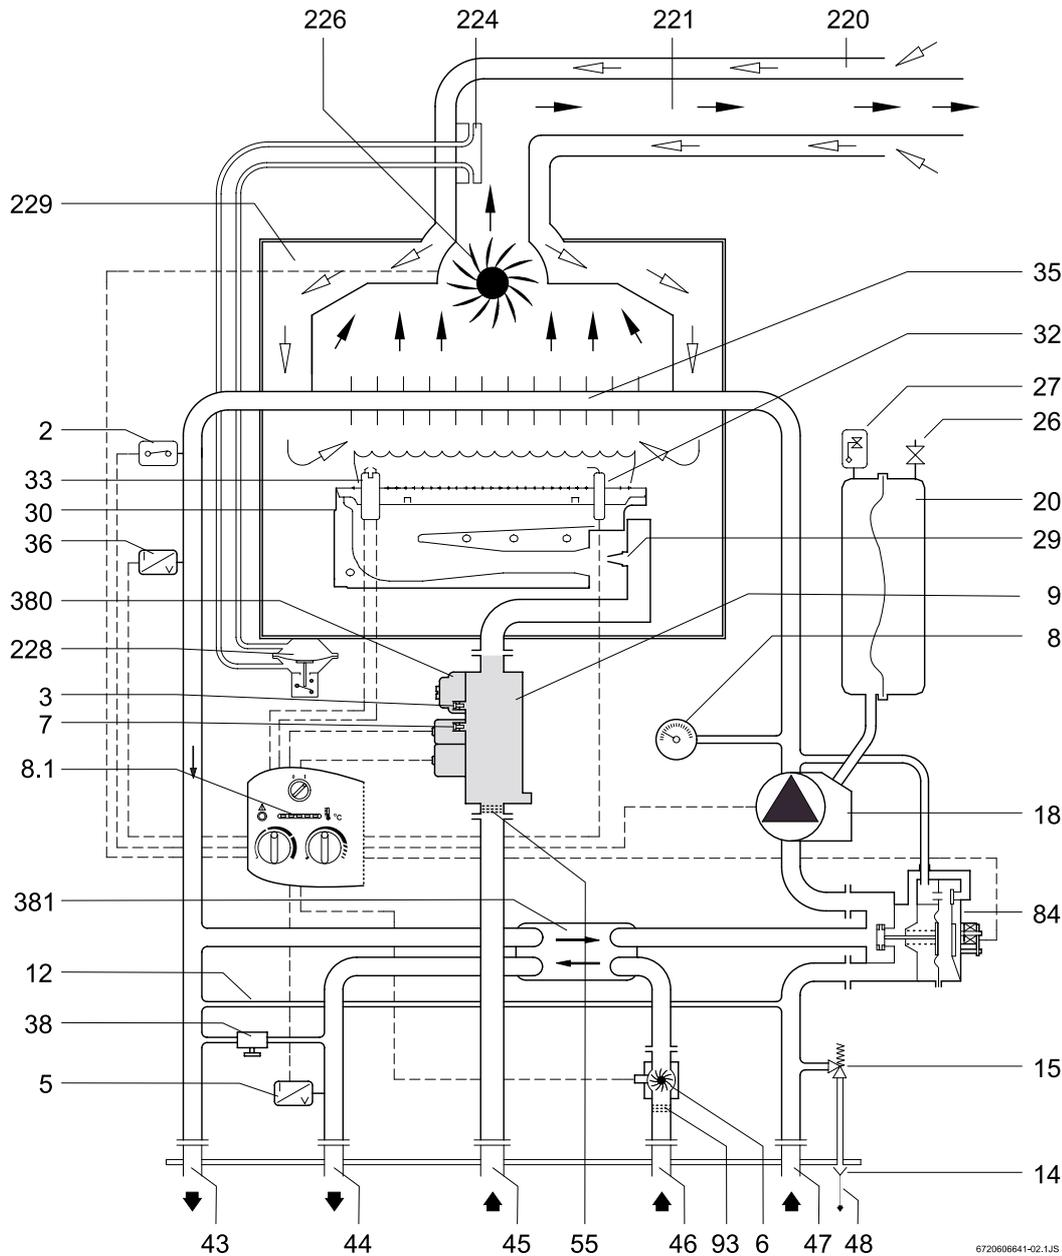

Fig. 2
Si ottiene così l'accensione del bruciatore alla minima potenza, l'elettrodo di ionizzazione rileva la corretta presenza di fiamma; l'emissione di scintille termina e l'apparecchio si posiziona alla potenza termica impostata. (per i riferimenti vedere figure 2 e 3).
Tramite l'apposito sensore NTC (5) la scheda elettronica rileva la temperatura di uscita dell'acqua calda sanitaria ed effettua la modulazione in base alla portata d'acqua ed alla temperatura impostata dal cliente. (per i riferimenti vedere figure 2 e 3).